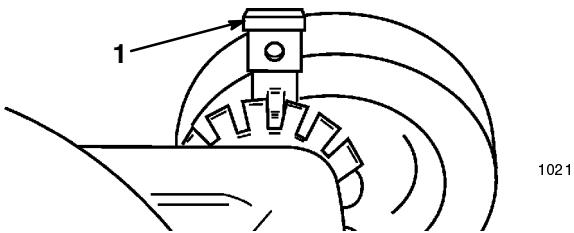

Figure 14
1. Tirer le levier de réglage de hauteur de coupe vers la roue et le placer dans la position souhaitée (Fig. 14).